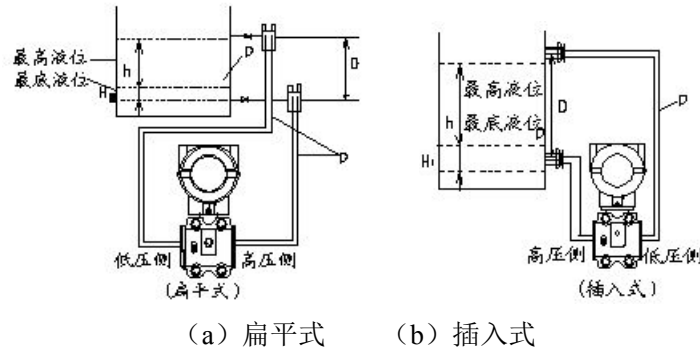

图 3.13 远传变送器的典型安装方式（开口容器）
a.开口容器的液位测量：将变送器的低压侧法兰通大气，其安装示意图如图 3.13 所示。